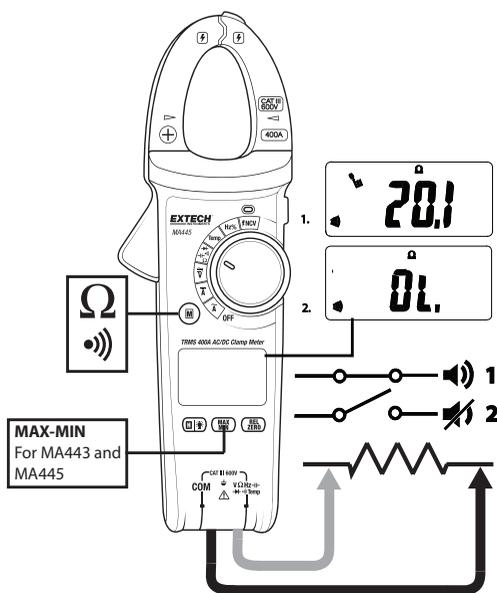

Fig. 7 – Misurazioni della resistenza e della continuità
3. Inserire la spina a banana del puntale da test nero nel jack (COM) negativo. Inserire la spina a banana del puntale da test rosso nel jack ( $\Omega$ ) positivo. Si veda la Fig. 7.
3. Inserire la spina a banana del puntale nero nel jack (COM) negativo. Inserire la spina a banana del puntale da test rosso nel jack ( $\Omega$ ) positivo. Si veda la Fig. 7 sopra.